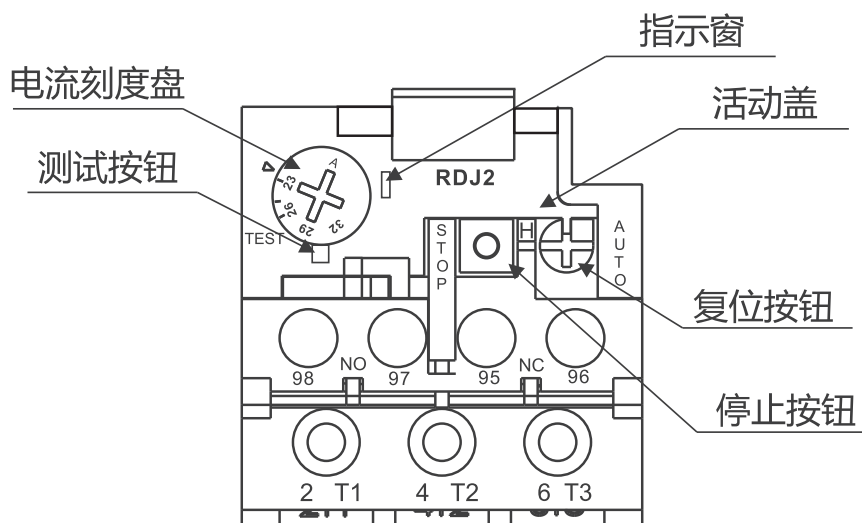

图12
6.1.2 动作测试:在主回路通电前进行。揭开活动盖, 用螺丝刀按动测试按钮, NC触头会断开, NO触头会闭合、通过指示窗能观察到转换状态(黄色标志露出为动作状态, 未露出为复位状态)。(见图12)
6.1.3 复位方式设定: 在主回路通电前进行。热继电器出厂时处于自动复位方式, 热继电器脱扣后, 当 $I_e \leq 63A$ 时5分钟内自动复位, 当 $I_e > 63A$ 时8分钟内自动复位; 用户若需要选用手动复位方式, 只需要按下复位按钮并逆时针旋转90°即可, 此时热继电器脱扣后, 2分钟内按下蓝色复位按钮才能复位。(见图12)
6.1.4 整定电流设定: 在主回路通电前进行。热继电器出厂时处于最小整定电流位置, 用户若需要选用其它整定电流值, 只需揭开活动盖, 用螺丝刀旋动电流刻度盘, 使箭头所指电流刻度值与保护电动机的满载额定电流相一致即可。如需使用两刻度之间的电流值, 可按比例旋转电流刻度盘定位, 并在使用过程中作适当调整。(见图12)
6.1.6 如果运行中要紧急停止, 只需按下停止按钮即可。按下停止按钮只能断开NC, 对NO无影响, 松开停止按钮则NC复位。(见图12)